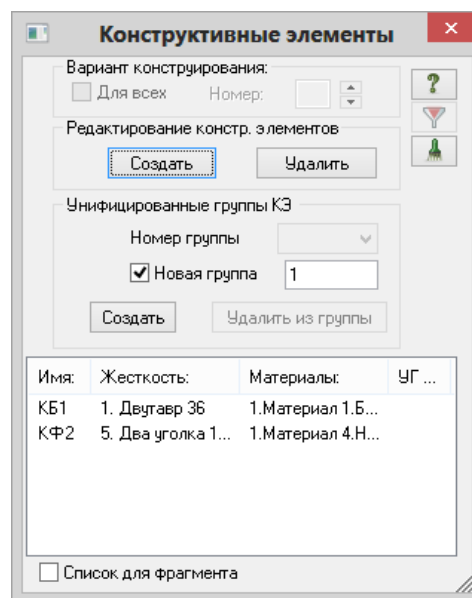

Рис.3.27. Диалоговое окно
- Для создания конструктивных элементов вызовите диалоговое окно **Конструктивные элементы** (рис.3.27) щелчком по кнопке  – **Конструктивные элементы** (панель **Конструирование** на вкладке **Расширенное редактирование**).